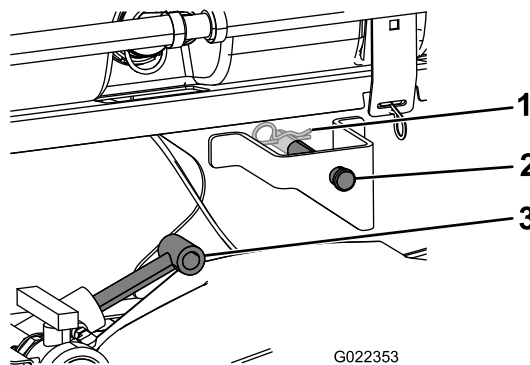

Figura 9
3. Extindeți cilindrii de ridicare la suporturile de pe sania rezervorului i aliniați fittingurile cilindrului cu orificiile din suporturile rezervorului saniei (Figura 9).